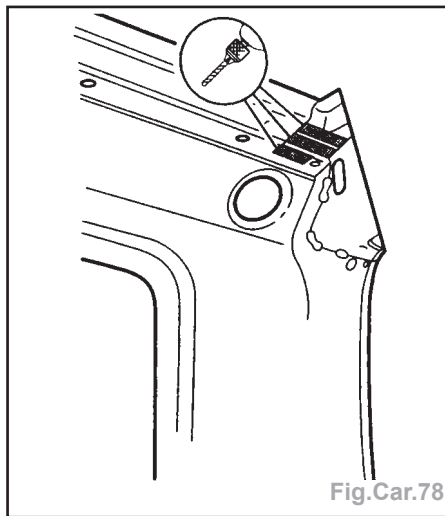

Fig.Car.78
- Dégraffer par perçage les points de soudure pour le soudage ultérieur par bouchonnage (Fig.Car.78).